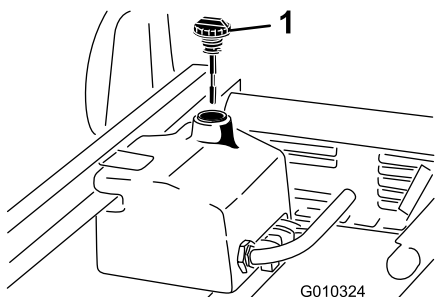

图72
4. 清洁液压油箱加油颈和油箱盖周围的区域 (图72)。
6. 从加油颈中取出量油尺图72用干净的抹布擦拭。